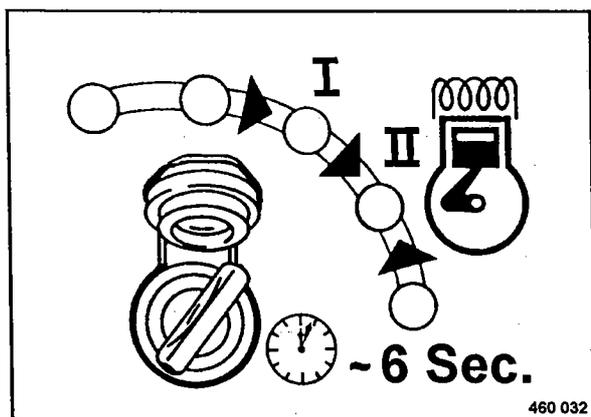

Fig. 42
- Girar la llave de encendido (Fig. 42) a posición "II" pasando por posición "I" y mantenerlo así unos 6 segundos.